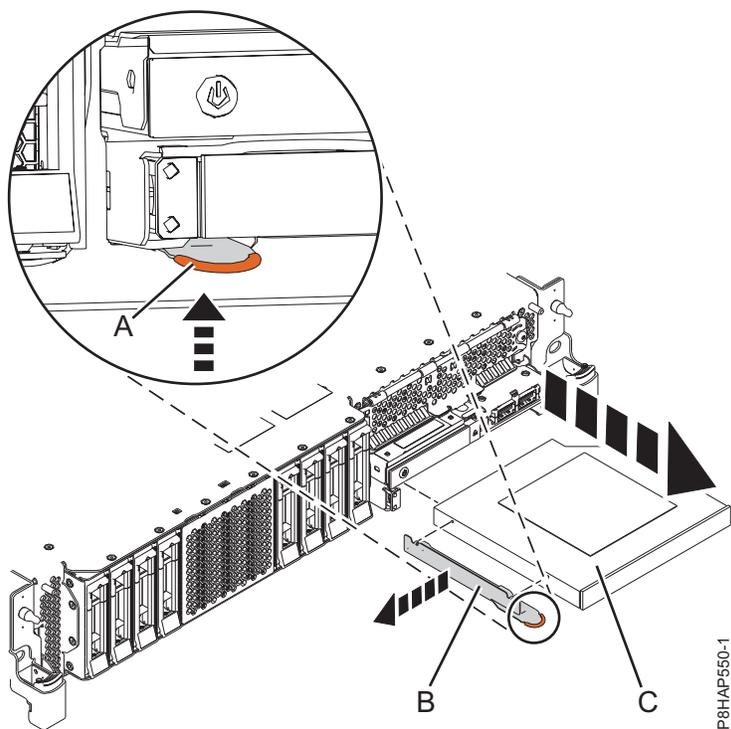
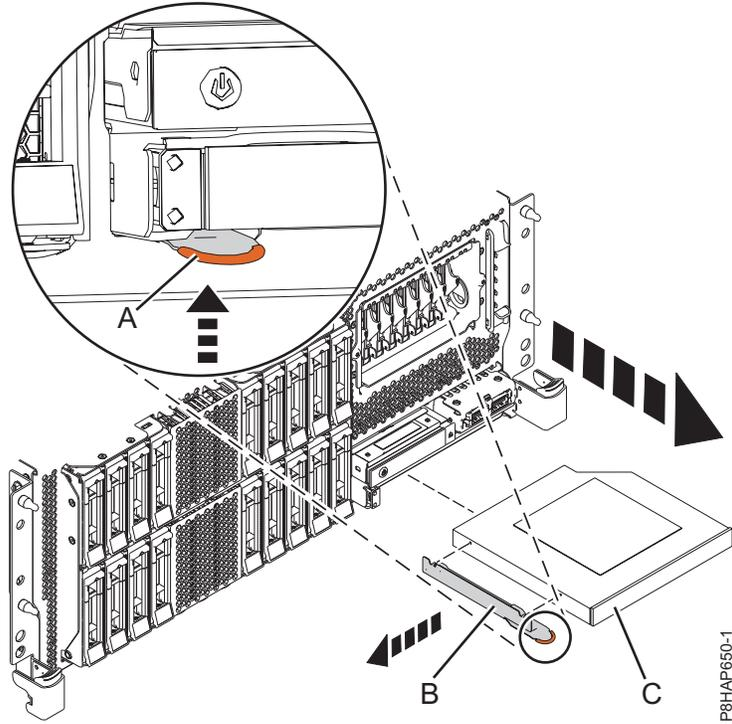
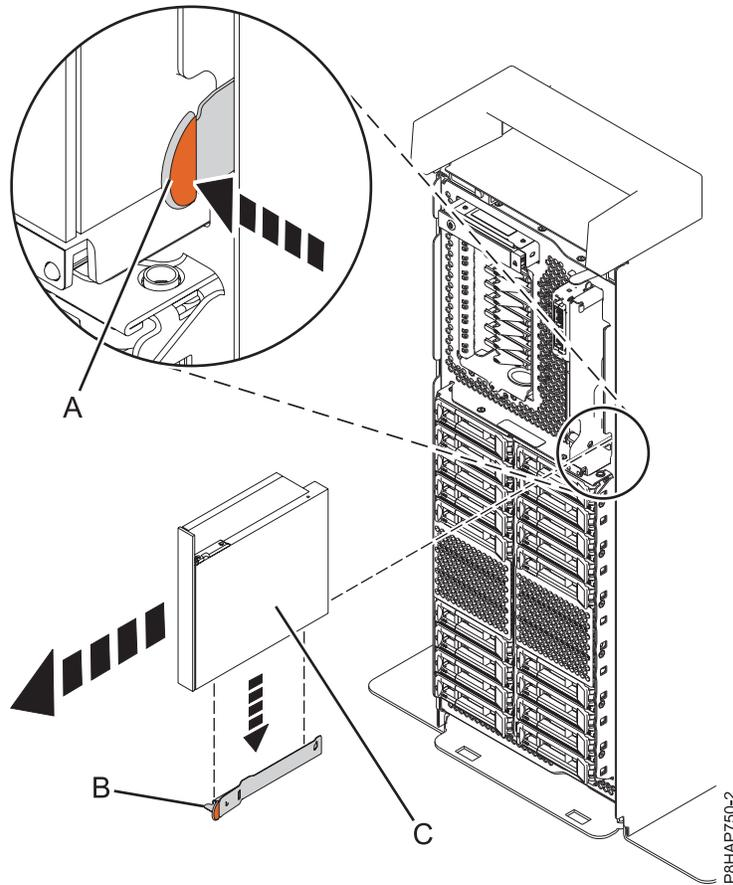

Figura 39. Remover um Dispositivo de suporte Slimline de um sistema 8284-21A ou 8284-22A
Figura 40. Remover um Dispositivo de suporte Slimline de um sistema montado em bastidor 8286-41A ou 8286-42A
Figura 41. Remover um Dispositivo de suporte Slimline de um sistema autônomo
Para um sistema 8284-21A ou 8284-22A, consulte Figura 39, para um sistema montado em bastidor 8286-41A ou 8286-42A, consulte Figura 40 na página 49 ou para um sistema autónomo 8286-41A, consulte Figura 41 na página 50.
6. Puxe o dispositivo de suporte Slimline (C) para fora do sistema, na direcção demonstrada em Figura 39 na página 48, Figura 40 na página 49 ou Figura 41.
7. Se estiver a remover o Dispositivo de suporte Slimline como parte de outro procedimento de assistência, não remova o suporte de fixação (B) do Dispositivo de suporte Slimline.
8. Se estiver a remover o Dispositivo de suporte Slimline avariado e a substituir por um novo Dispositivo de suporte Slimline, terá de remover o suporte de fixação (B) para utilizar com o novo dispositivo de suporte de dados. Remova o suporte de fixação ao agarrar o ponto para manuseamento terracota e ao puxá-lo para fora do dispositivo de suporte de dados conforme demonstrado em Figura 39 na página 48, Figura 40 na página 49 ou Figura 41.
9. Armazene o suporte de fixação (B) num local seguro.